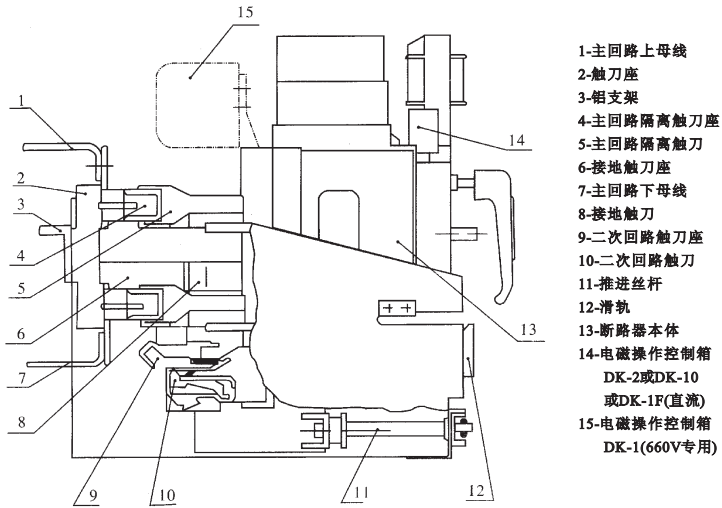

图6 抽屉式断路器(抽屉式限流断路器)结构示意图
4.1.2 DW15C抽屉式断路器(DW15C抽屉式限流断路器)由断路器(限流断路器)本体和抽屉座组成,其隔离触刀，二次回路动触头系统，接地触刀，支承导轨等零部件均固定在断路器(限流断路器)本体上，抽屉座由左右侧板、横梁、固定铝支架等组成，该支架上装有隔离触刀座、接地螺母，侧板上装有接地母线、二次回路静触头系统、滑轨、联锁导轨、指示装置等。抽屉座正下方装有螺旋杆式进退操作机构，操作手柄可自由装卸。抽屉式断路器(抽屉式限流断路器)结构图见图6。